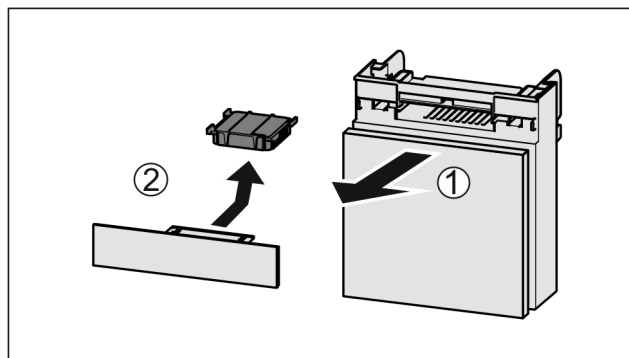

Fig. 34
- Extraiga Fig. 34 (1) el compartimiento hacia adelante.
- Retire Fig. 34 (2) el filtro de carbón activado.